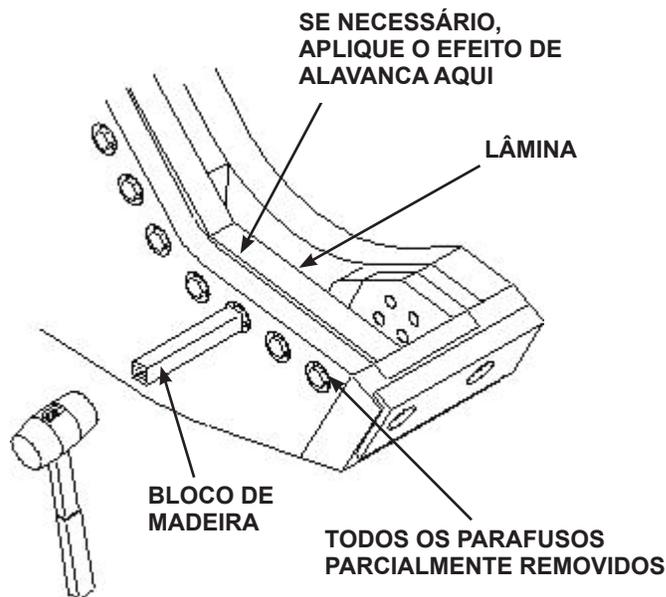

FIGURA 5-6
4. Se a lâmina ainda estiver encravada na respetiva sede, coloque um bloco de madeira ou um objeto semelhante contra a cabeça de um dos parafusos da lâmina e bata utilizando uma marreta (ver **Figura 5-6**). O parafuso sobre o qual bate deve estar a cerca de 1/2" (13 mm) de estar totalmente roscado na lâmina para evitar danificar a rosca.